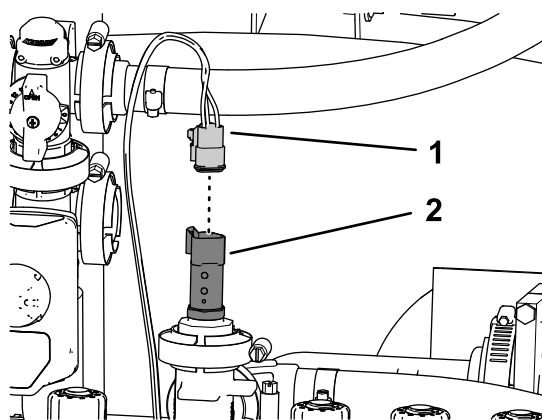

Figure 133
1. Branchez le connecteur à 3 douilles de la branche de 61 cm du faisceau du kit étiquetée PRESSURE TRANSDUCER GREEN WEDGE au connecteur à 3 broches du transducteur de pression (Figure 133).